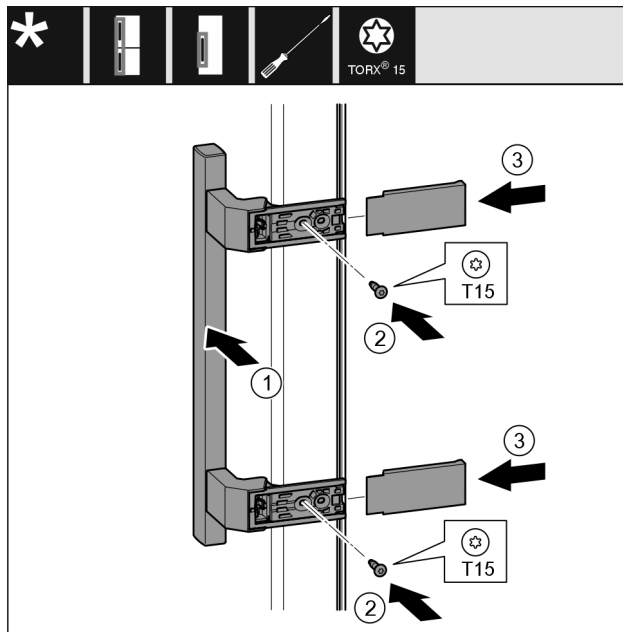

Fig. 11
- ▶ Griff auf der Gegenseite ansetzen. Fig. 11 (1)
- ▶ Schrauben mit Schraubendreher T15 festschrauben. Fig. 11 (2)
- ▶ Abdeckungen seitlich ansetzen und aufschieben. Fig. 11 (3)